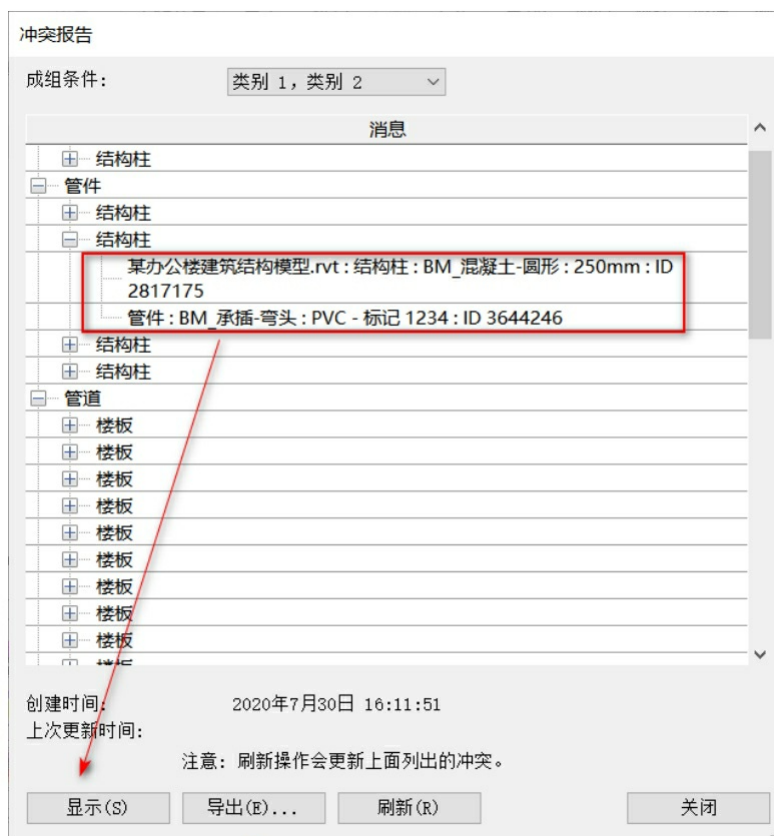

图5-14
(1) 首先修改管径较大的管道。先确定其具体位置。当然在修改的时候除管径较大的管道要考虑，管径较大的风管、电缆桥架也要考虑。
(2) 为方便选择、修改，一般情况下修改碰撞选择在三维视图中进行，如图5-14所示。